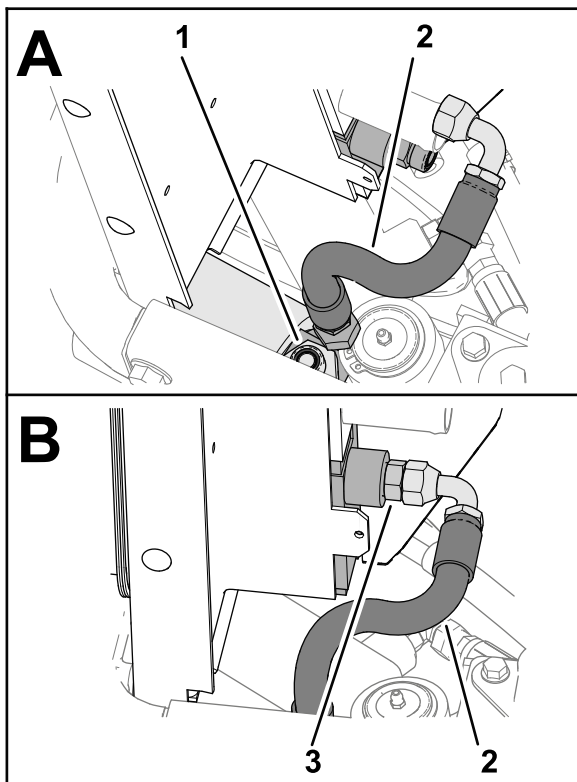

Рисунок 32
5. Установите, не затягивая, прямой штуцер (**Рисунок 32**) шланга длиной 30 см (11¾ дюйма) на прямой штуцер, установленный при выполнении пункта 4.
6. Установите прямоугольный штуцер (Рисунок 32) шланга на прямой штуцер (торцевое уплотнение -8 с уплотнительным кольцом / ¾ дюйма SAE), установленный при выполнении пункта 2.